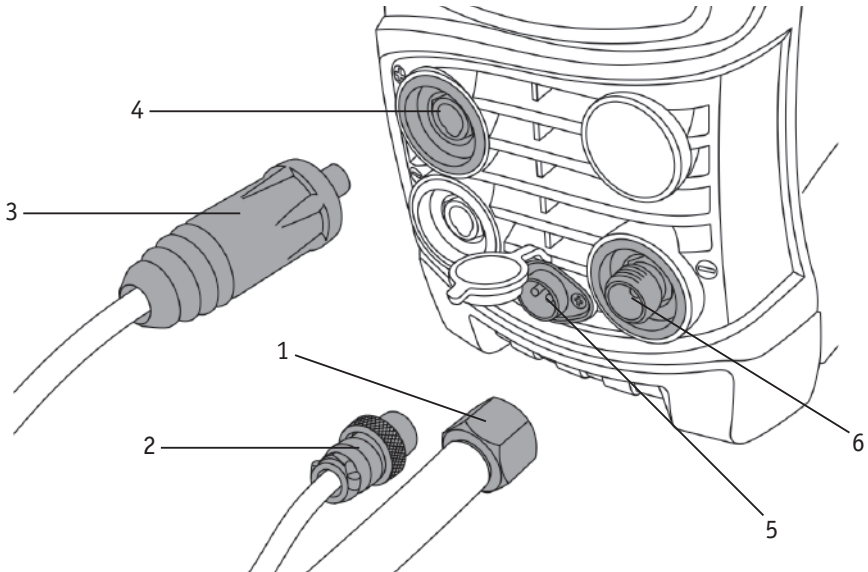

Рис. 8.0.3. Схема подключения сварочной горелки TIG.
2. Подключайте сварочные принадлежности для TIG сварки в следующем порядке (см. рис. 8.0.3).
3. Закрутите гайку сварочной горелки до упора (внутр. резьба М16х1,5) на штуцер с наружной резьбой (см. рис. 8.0.3, п.1) на передней панели аппарата.
4. Подключите 2-pin разъем горелки к соответствующему разъему на передней панели аппарата (см. рис. 8.0.3, п. 2).
5. Вставьте кабельную вилку клеммы заземления в панельную розетку со знаком «+» (см. рис. 8.0.3, п.3) на передней панели аппарата, поверните её до упора по часовой стрелке, убедитесь в плотной фиксации соединения. Закрепите клемму заземления на заготовке.